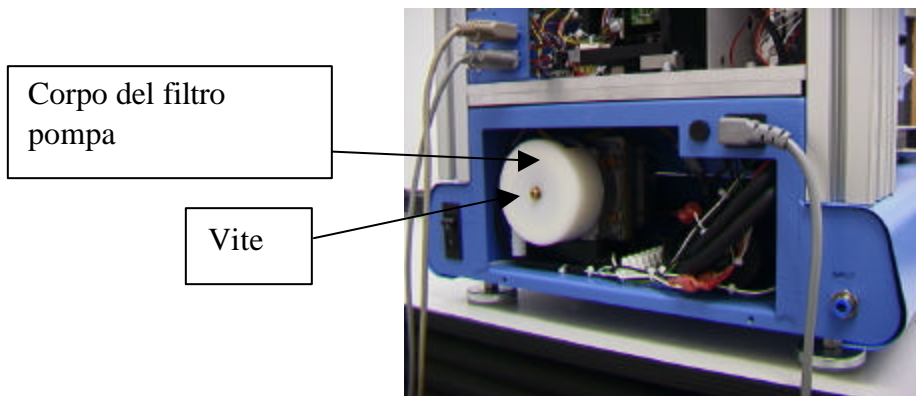

Figura 21
- i. Aprire il coperchio sul retro del Sistema TF 1500 (Figura 21).